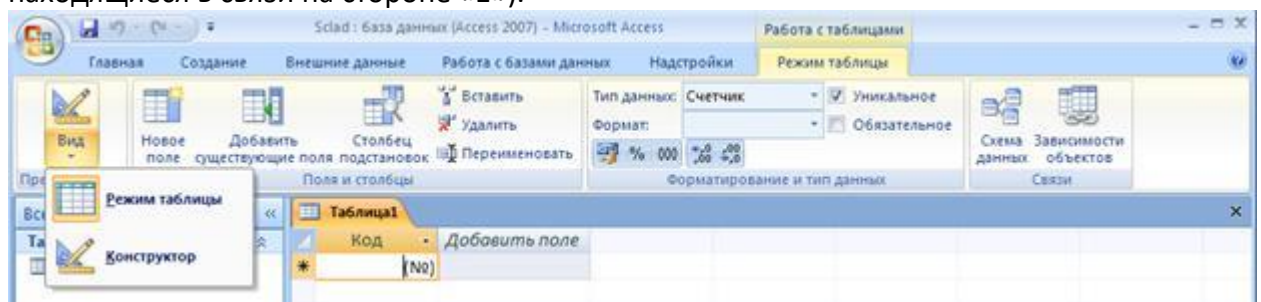

Рис.2. Изменение режима редактирования таблицы
3. Структуру таблицы следует разрабатывать в режиме **Конструктор** (рис.2). Для начала создадим простые таблицы, так называемые **справочники** (это таблицы, находящиеся в связи на стороне «1»).